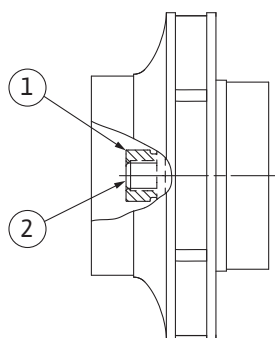

Fig. 102: Posizione corretta del dado girante dopo il montaggio
8. Tenere l'albero fermo con una chiave fissa (SW22 mm) e serrare il dado della girante con la coppia di serraggio prescritta (vedi tabella "Coppie di serraggio" [► 28]). Il dado (Fig. 102, pos. 1) deve essere circa $\pm 0,5$ mm a filo dell'estremità dell'albero (Fig. 102, pos. 2). Se non è così, allentare il dado e ripetere le operazioni 4 ... 8.